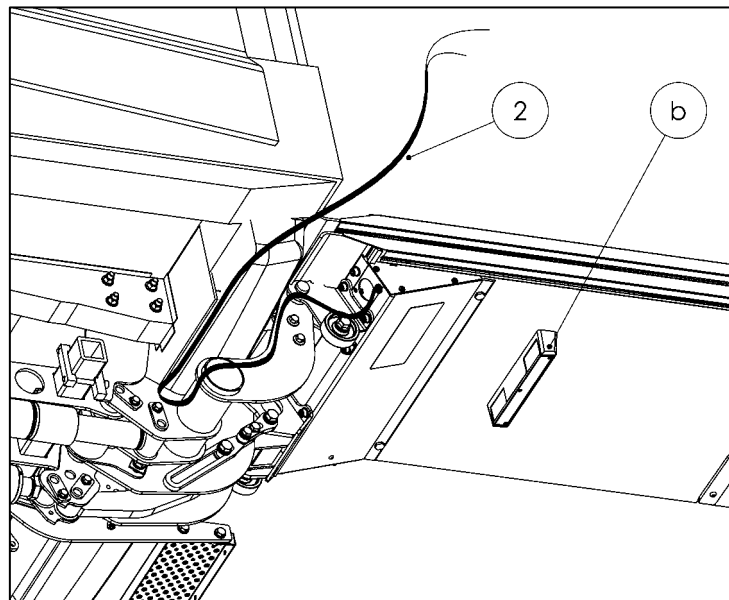

Abbildung 75
- Kennzeichenleuchtekabel (Pos. 2) (Kabelaustritt aus Plattformaltorsionskasten) entlang dem Schließarm verlegen (siehe Abbildung 75).